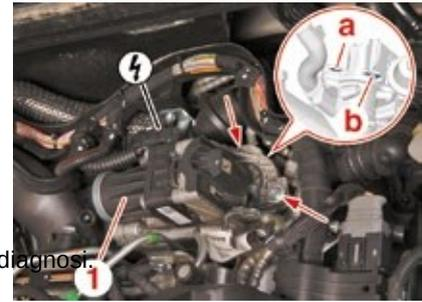

Fig. 32
- Con un cacciavite in (a) e (b), staccare la valvola EGR (1) (Fig. 32).